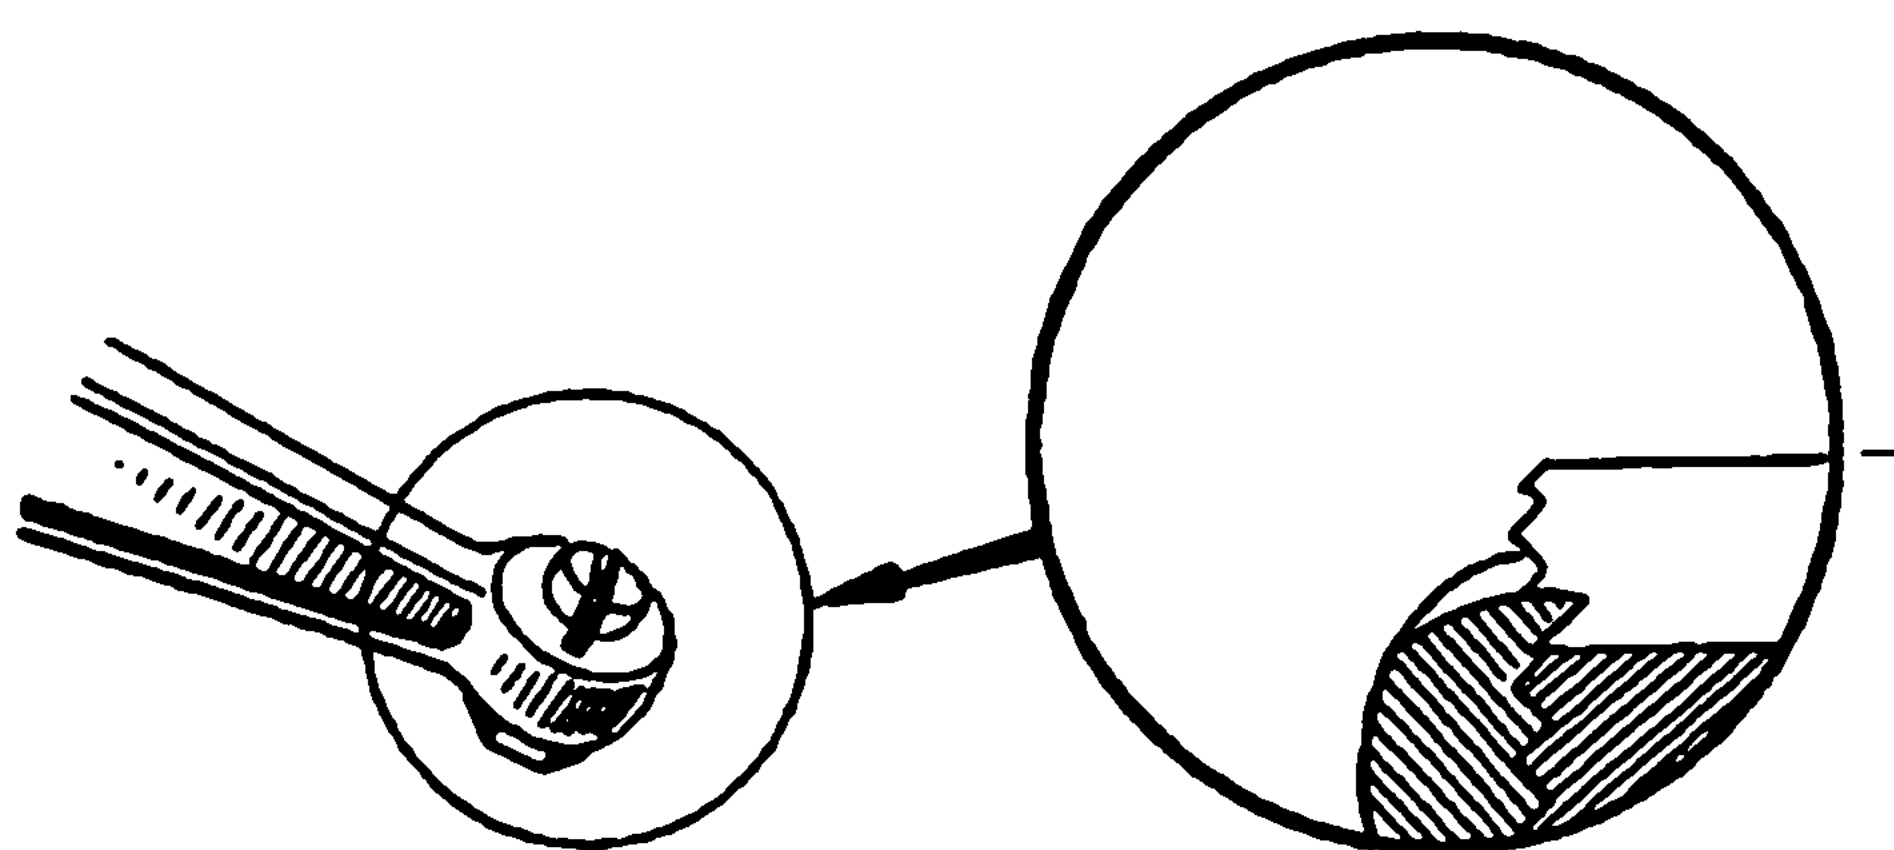

Рис. 59. Стопорение регулировочных болтов
3. Застопорить после регулировки винты рычагов, ввинчивая край рычага в паз хвостовика винта, как показано на рис. 59.